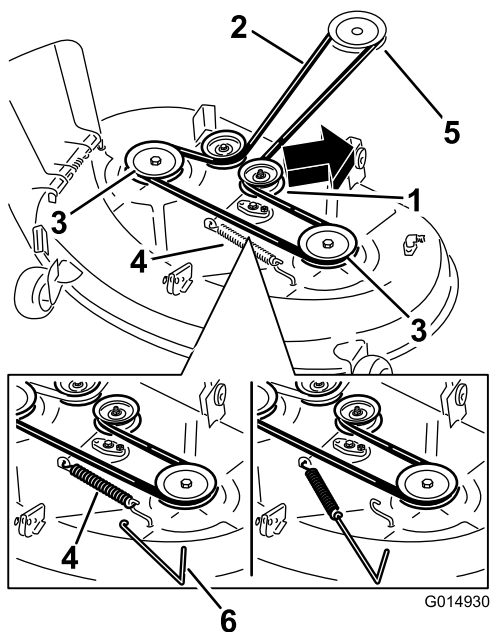
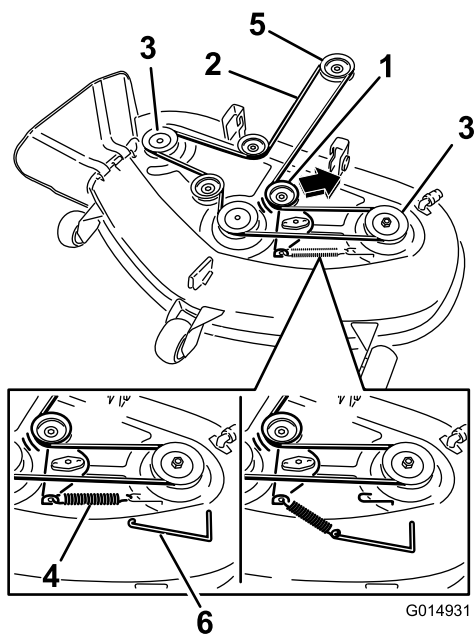

Bild 66
Bild 67
5. Entfernen Sie die Spannscheibenfeder mit einem Werkzeug zur Federentfernung (Toro Bestellnummer 92-5771) vom Mähwerkhaken, um die Spannung von der Spannscheibe zu nehmen, und rollen Sie den Riemen von den Spannscheiben (Bild 66 und Bild 67).
6. Verlegen Sie den neuen Riemen um die Motor- und Mähwerkriemenscheiben (Bild 67).
7. Setzen Sie die Spannscheibenfeder mit einem Werkzeug zur Federentfernung auf den Mähwerkhaken, um die Spannscheibe und den Mähwerkriemen zu spannen (Bild 66 und Bild 67).